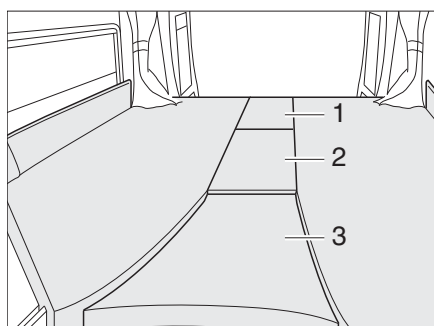
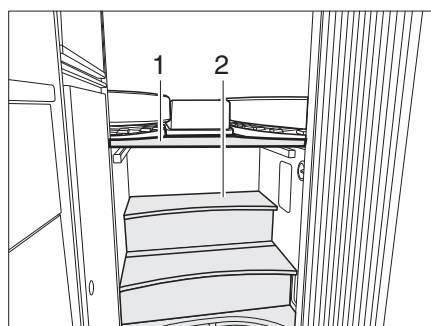

Bild 43 Doppelbett Heck
Bild 44 Doppelbett Treppe
- ▷ Um die Treppe nutzen zu können, das Brett (Bild 44,1) oberhalb der Treppe sowie das Zusatzpolster (Bild 43,3) nicht verwenden.
- Brett (Bild 44,1) auf die Streben oberhalb der Treppe (Bild 44,2) legen.
- Zusatzpolster (Bild 43,1, 2 und 3) einlegen.